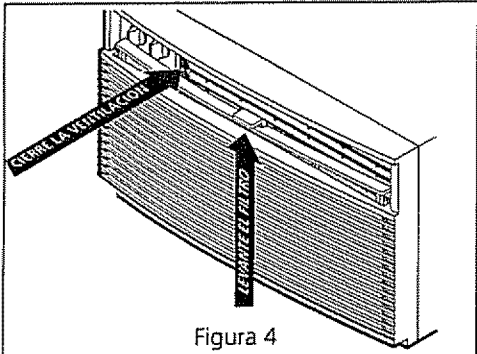

Figura 4
- Para algunos modelos, empuje la manija de control de ventilación a la posición cerrada (CLOSED). Sujete la pestaña y levante el filtro hacia arriba y hacia afuera (Figura 4).